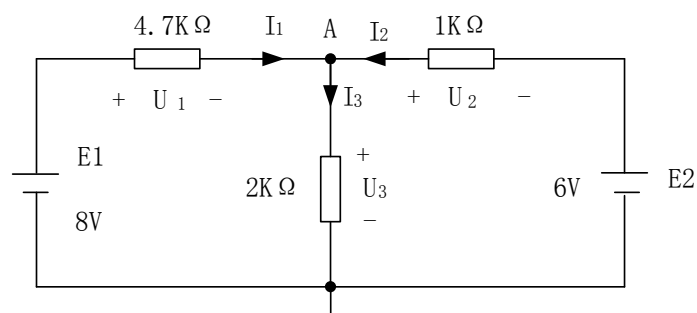

图 8 直流电路的测试
- 1) 在面包板上，按图 8 接线，用万用表测量各电阻两端电压，填入表 6 中第一行；